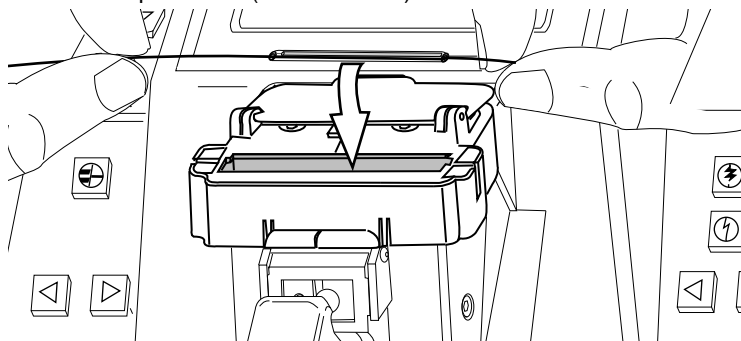

Abbildung 49
- c) Öffnen Sie die Schrumpfofenabdeckung. Setzen Sie den Spleißschutz in den Schrumpfofen ein (siehe Abb. 49).